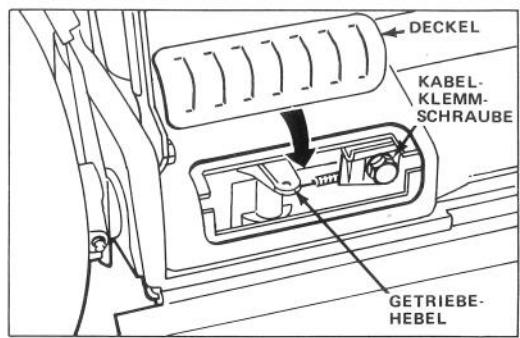

Bild 26
2. Deckel vom hinteren Teil des Mähergehäuses abnehmen (Bild 26).
4. JUSTIERUNG (Bild 26) — Kabelklemmschraube soweit lösen, bis der Kabelstrang gleitet. Getriebehandgriff in Richtung Kabelklemme drücken. Kabel nach rechts drücken, um Spiel zu eliminieren und Klemmschraube anziehen.
5. Zugriffsplatte abnehmen und rund um den Getriebekasten reinigen (Bild 26).